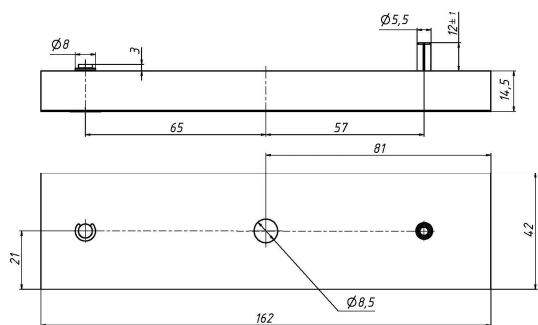

Рисунок 9 - Якорь
5.3 Якорь замка устанавливается на двери напротив корпуса и закрепляется с помощью комплекта крепления якоря. Для варианта замка **AL-350FB-M-01** в двери подготавливаются монтажные отверстия для штифта (Ø6 мм) и винта крепления (Ø10 мм) в соответствии с габаритным чертежом якоря (рисунок 9).